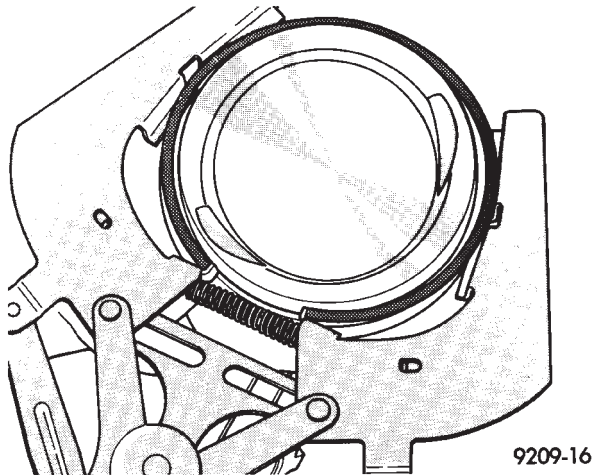

Fig. 63 Anéis do Pistão — Remoção e Instalação
(1) A marca de IDENTIFICAÇÃO na face dos anéis superior e intermediário do pistão devem apontar para a coroa do pistão.
(2) Com um expansor de anéis adequado, remova os anéis superior e intermediário do pistão (Fig. 63).
(3) Remova do pistão o trilho lateral do anel de óleo superior, o trilho lateral do anel de óleo inferior e, em seguida, o expansor de anel de óleo.
(4) Limpe cuidadosamente o carbono das coroas do pistão, as saias e os encaixes do anel, assegurando que os 4 orifícios de óleo no encaixe do anel raspador de óleo estão limpos.